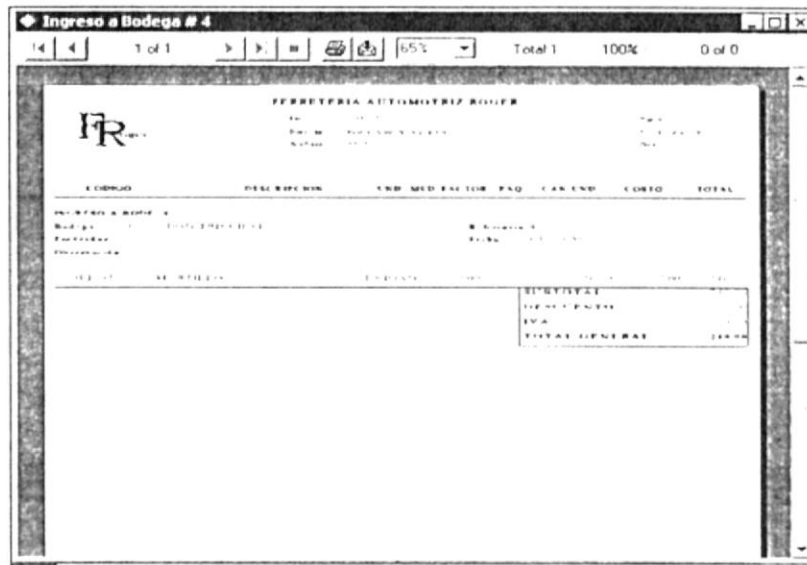

Figura 8.34 Comprobante de Nota de Venta por Ingreso de Varios Motivos.
- Si escoge el botón se imprime el comprobante de la figura 8.34